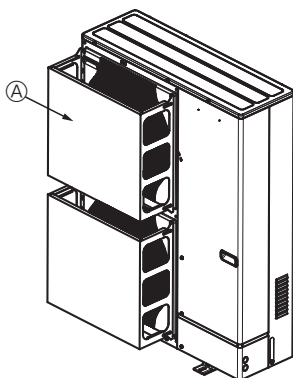

Fig. 2-4
- ② Installer en valgfri luftledeskærm, hvis enheden installeres på en placering, hvor stærk vind fra en storm eller lignende kan gå direkte ind i luftudgangen. (Fig. 2-4)